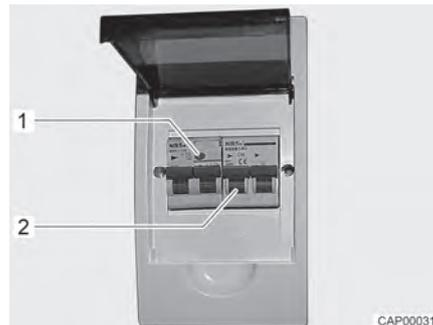

Fig. 90 Coffret de fusibles 230 V avec disjoncteur de protection de circuit et disjoncteur FI
Un disjoncteur différentiel (disjoncteur FI) dans le coffret de fusibles protège tout le véhicule contre le courant différentiel (0,03 A). Le disjoncteur de protection de circuit connecté en aval (10 A) (Fig. 90,2) protège le réseau de bord 230 V.
- Lorsque le véhicule est raccordé à l'alimentation 230 V, appuyer sur la touche de contrôle (Fig. 90,1). Le disjoncteur différentiel doit se déclencher.